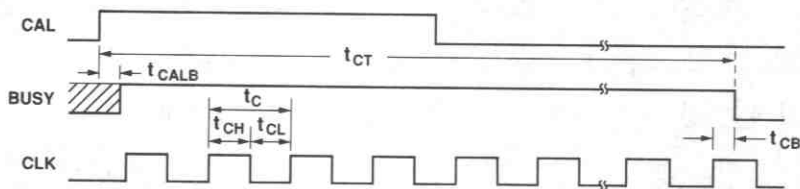
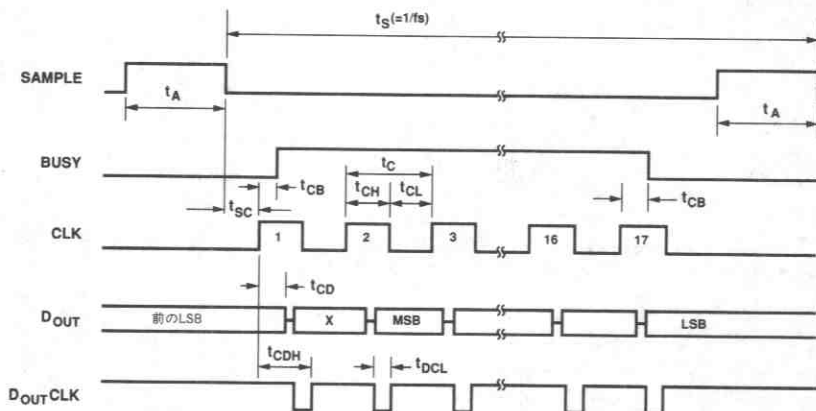

図1. AD1876校正タイミング
図2. AD1876の推奨変換タイミング
1. タイミングについては、図1、図2、変換制御、自動校正の項を参照してください。
図1に示すように、CALがHIとなった時点でAD1876の内部回路はリセットされます。BUSYピンはHIで駆動され、校正の用意をします。これはハードウェアのナリセットであり、その時点で進行中の変換や校正はすべて中断されます。すべての状態から確実に校正に入ることを保証するため、CALピンは少なくとも4CLKサイクルの間、HIに保ってください。実際の校正はCALピンがLOWになってから開始し、5000クロック・サイクルまたは500nsecの連続するクロックで約2.5msecで終了します。